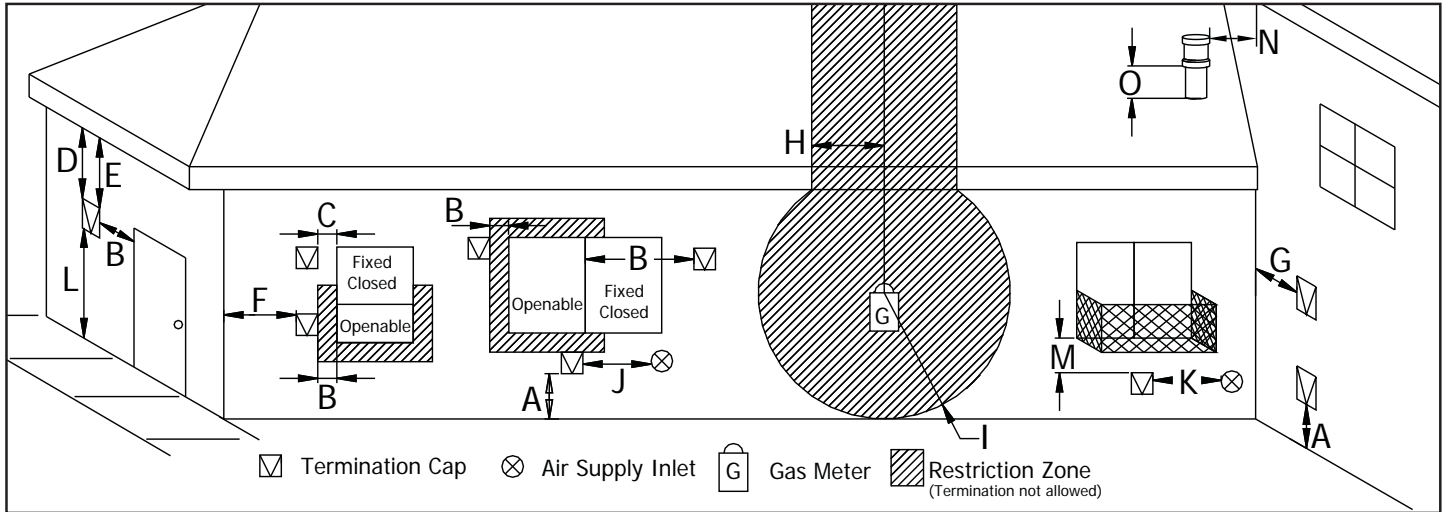

Figure 18. Restrictions de terminaison d'évent, référez-vous à tableau 1.
- Référez-vous à la figure 18 et au tableau 1 pour les dégagements et les restrictions de la terminaison d'évent.
Tableau 1: Dégagements à la terminaison d'évent, référez-vous à la figure 18.